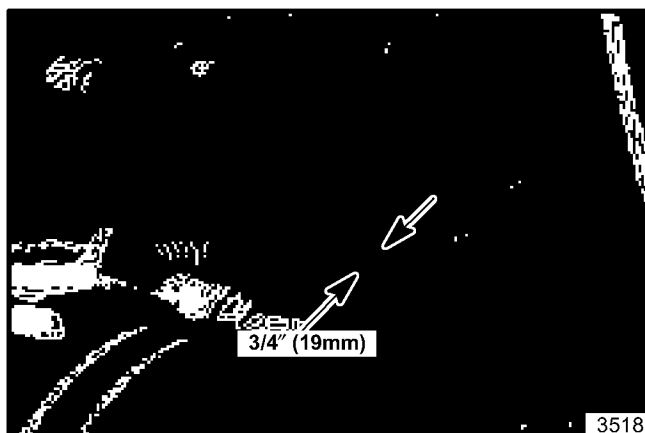

Figure 20. Intervalle de courroie de porte-lames
8. Engager l'embrayage d'entraînement du porte-lames. Mesurer la distance entre les courroies d'entraînement du porte-lames et le bord avant de la butée de courroie de la poulie-guide (voir la figure 20). La mesure doit être 19 mm (3/4"). Replacer le moteur, s'il le faut, pour obtenir la dimension qui convient.